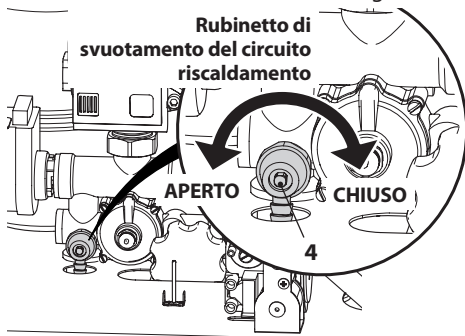

Figura 9.10
- Allentare il rubinetto di svuotamento del circuito riscaldamento 4 indicato in Figura 9.10.